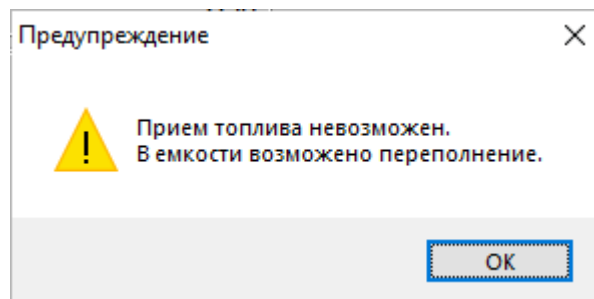

Рисунок 23. Предупреждение о возможном переполнении емкости.
- **Обнаружение возможного переполнения емкости перед приемом** – если установлена галочка, то при попытке принять объем нефтепродукта, который может привести к переполнению, появится уведомление (рисунок 23):